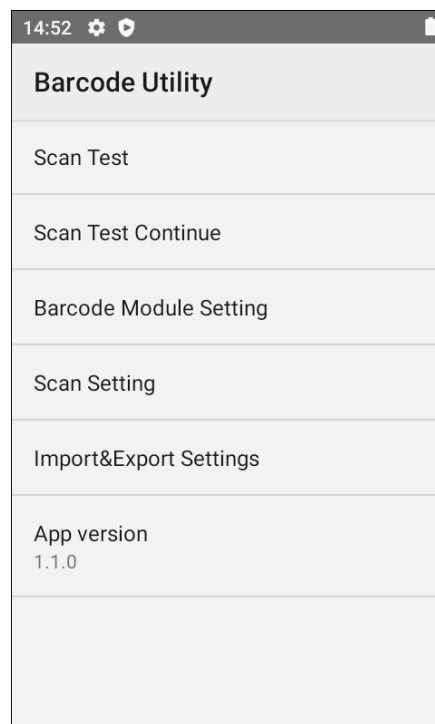

Рисунок 24. Основное меню утилиты **Barcode Utility**
- 4 Далее выполнить настройку модуля сканирования (рисунок 24).
В процессе настройки модуля сканирования можно выполнить (рисунок 24):